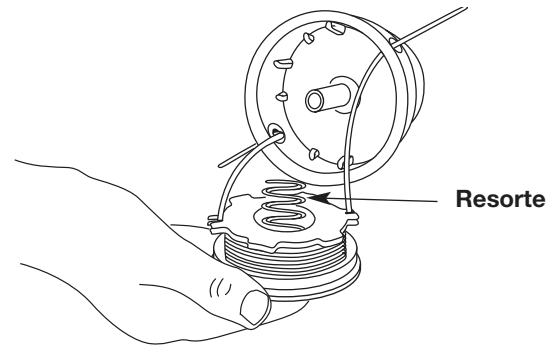

Fig. 22
13. Inserte los extremos de la línea a través de los ojajillos de la bobina exterior y coloque el carrete interior con el resorte dentro de la bobina exterior (Fig. 22). Empuje el carrete interior y la bobina exterior entre sí. Mientras sostiene el carrete interior y la bobina exterior, tome los extremos y tire con firmeza para soltar la línea de las ranuras de fijación de la bobina.
5. Inserte los extremos de la línea a través de los ojajillos de la bobina exterior (Fig. 22).